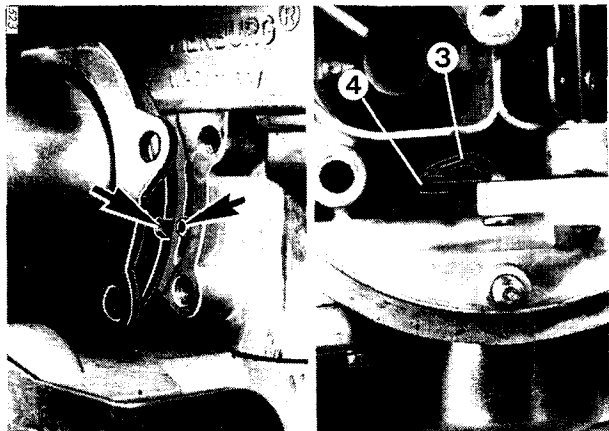

Bild 11
5.4 Vordrosselsteller ersetzen (Bild 11)
- Beim Einbau des Vordrosselstellers auf Arretierung (Pfeile) sowie auf richtige Lage des Hebels (4) beim Einsetzen der Verbindungsstange (3) achten.